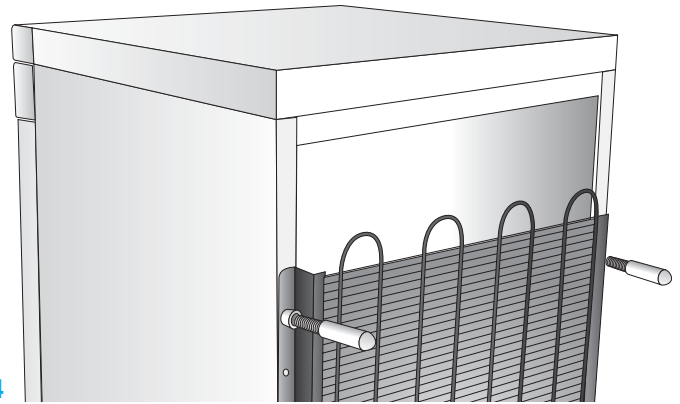

fig. 4
- E) Se l'apparecchio è dotato di distanziali (Fig. 4) applicateli sulla parte superiore del
- E) Se l'apparecchio è dotato di distanziali (Fig. 4) applicateli sulla parte superiore
- E) Если оборудование оснащено распорками (Рис.4) установите их на верхнюю часть
- E) Jeżeli urządzenie posiada przekładki (Rys. 4), to należy je założyć na górą część kondensatora, znajdującego się na tylnej ścianie.
- E) Якщо обладнання має прокладки (рис. 4), встановіть їх на верхній частині